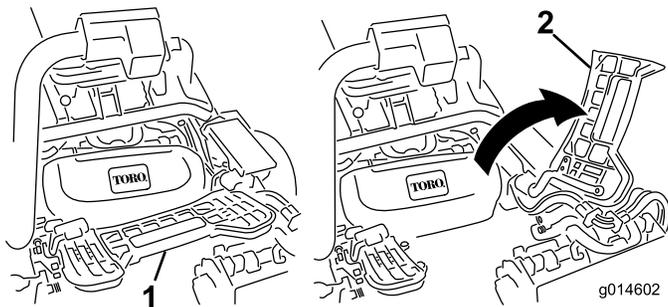

図 11
7. 中央カッティングユニットを取り付ける時は、ソット・レストを跳ね上げて取り付け位置へのアクセスを確保する(図11)。